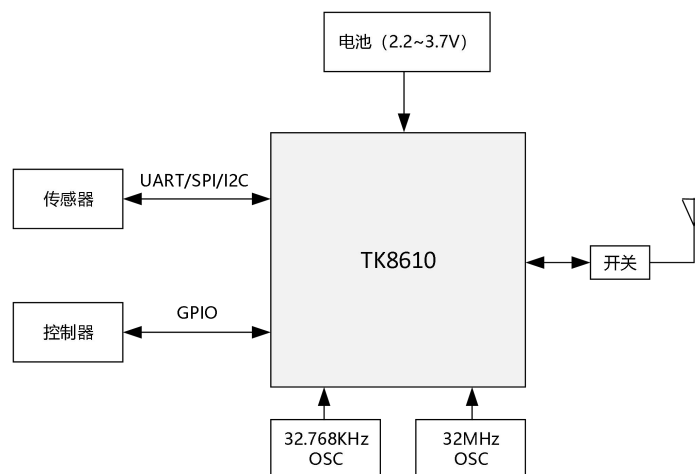

图 1-3 TK8610 应用示意图 (单独使用)
- 单独使用, 接收传感器数据和发送控制指令。如下图 1-3 所示。